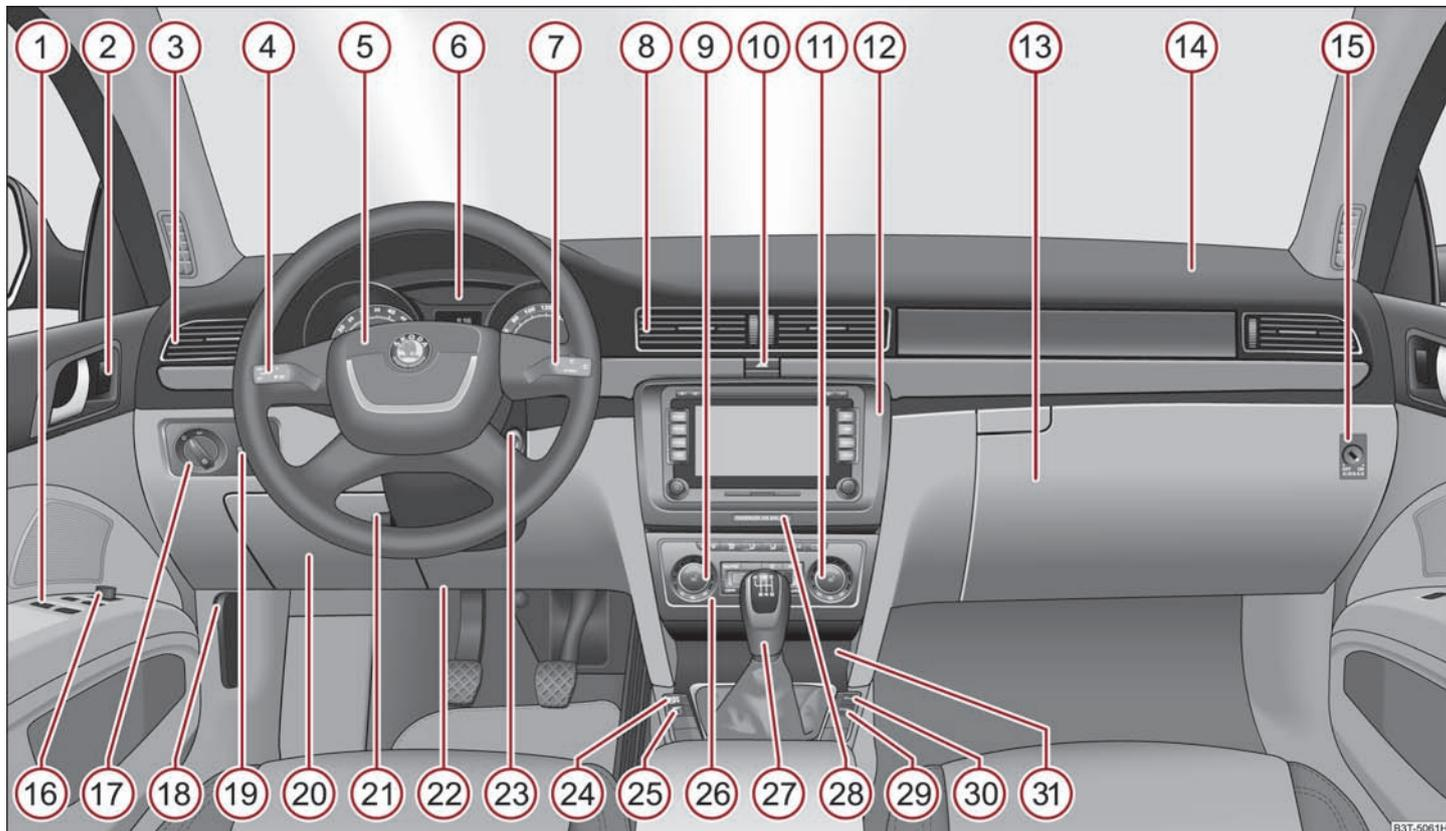

Abb.1 Cockpit
- Bei Fahrzeugen mit Rechtslenkung weicht die Anordnung der Bedienungselemente zum Teil von der in ⇒ Abb. 1 gezeigten Anordnung ab. Die Symbole entsprechen jedoch den einzelnen Bedienungselementen. ■